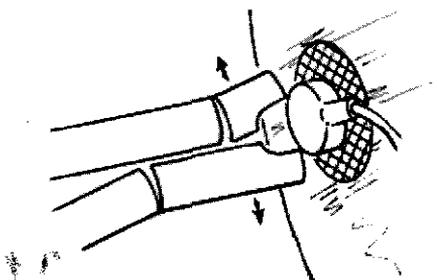

Figura 8
- Alinee con cuidado el introductor FasTac con el cabezal del cable. Gire el introductor FasTac de manera que una de las ranuras de la punta se alinee con el cuerpo del cable en el lugar de donde sale desde el lado del cabezal (véase la figura 8).